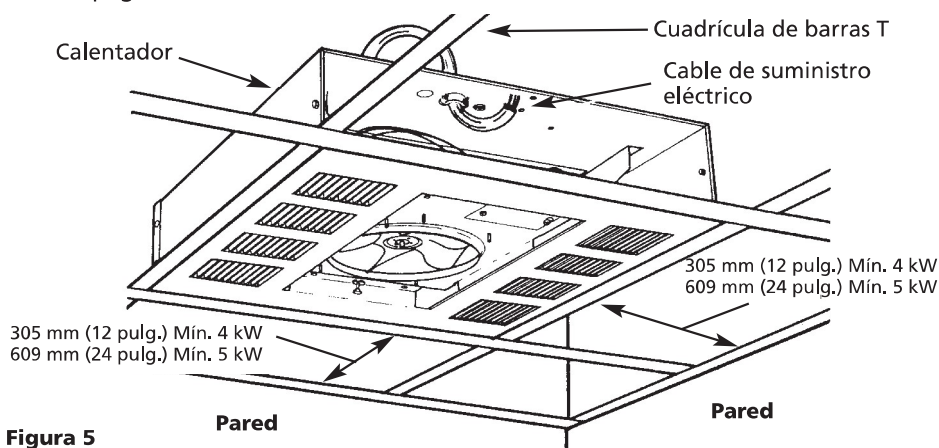

Figura 5
14. Coloque el calentador en la cuadrícula de barras T (Figura 5) y sujételo según sea necesario.